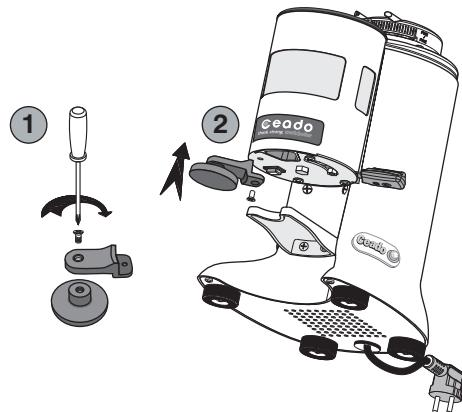

Abb. 10
- 2** Den Durchmesser der Pressvorrichtung, der für den Filterhalter Ihrer Kaffeemaschine geeignet ist, wählen und diese mit der mitgelieferten Schraube am Halter befestigen (1, Abb. 10).
- 3** Den Pressvorrichtung-Halter-Satz positionieren und mit der Schraube, die am Punkt 1 entfernt wurde, befestigen (2, Abb. 10).